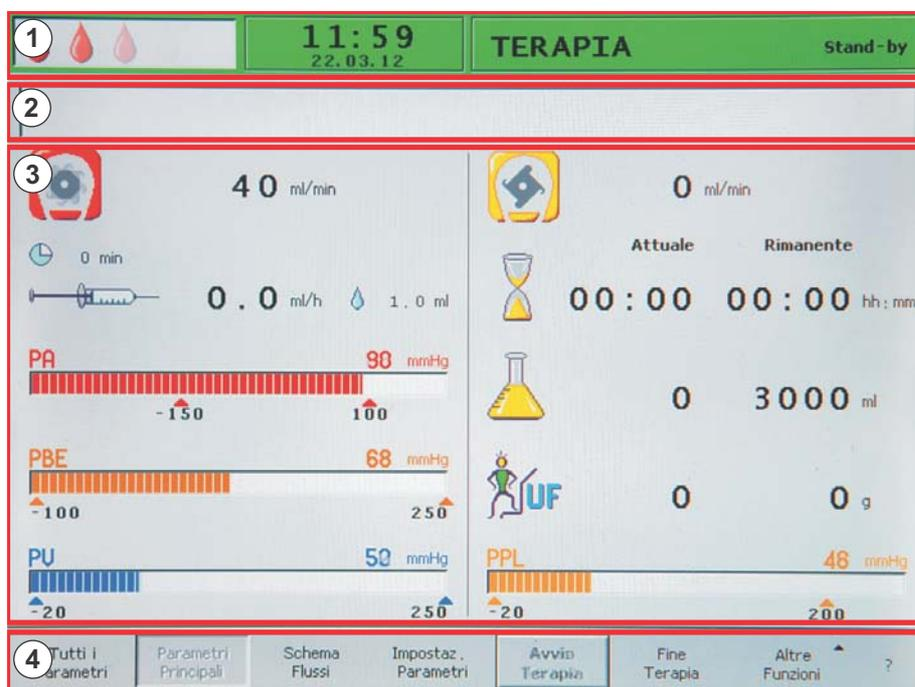

Fig. 2-10 Layout del monitor
La **barra di stato** (Fig. 2-10 , ① ) indica:
In caso di allarme, il display visualizza automaticamente lo *Schema Flussi* e il relativo messaggio compare simultaneamente nel campo Allarmi/Messaggi (Fig. 2-10 , ②).